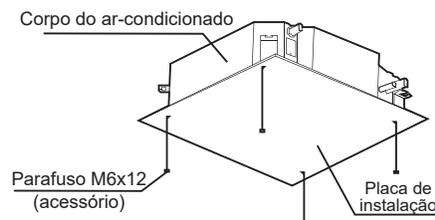

Figura 12
2. Após levantar e montar a unidade, use parafusos M6x12 (acessório 5) para fixar a placa de instalação (acessório 4) no corpo da unidade. Antes disso, certifique-se de verificar o tamanho e a posição da abertura no teto. Consulte a Figura 12.